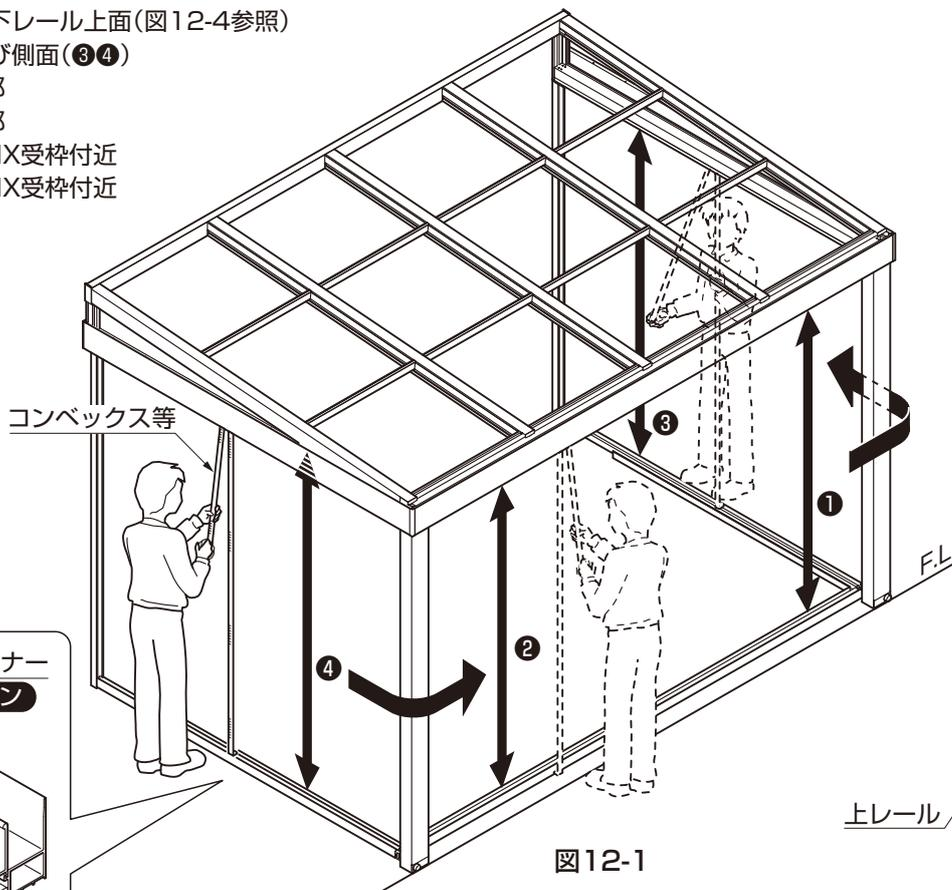

図12-1
①図12-1にしたがって①～④を計測し、各部の測定値が表12-1の範囲内であることを確認してください。